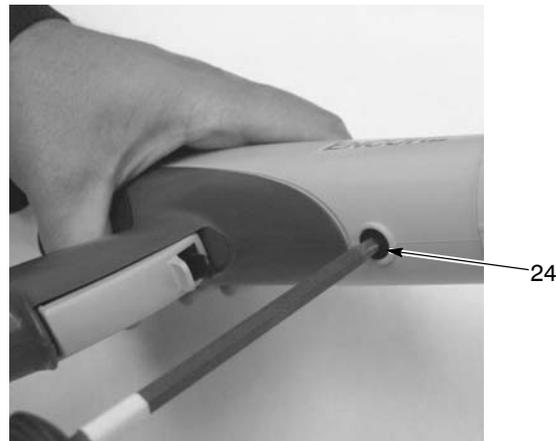

Abb. 5-5 Pistolengehäuseschraube abnehmen
5. Siehe Abbildung 5-5. Die M5 x 10 Nylonschraube (24) vom Pistolengehäuse abnehmen.
20. Siehe Abbildung 5-5. Die M5 x 10 Flachkopf-Nylonschraube im Pistolengehäuse installieren, um es am Griff zu befestigen.